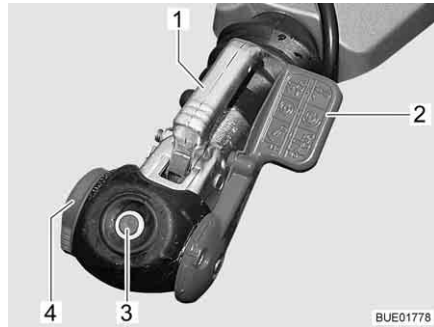

Fig. 4 Accouplement de sécurité AKS 1300
- Soulever complètement le levier de stabilisation (Fig. 4,2).
- Tourner à fond la molette de réglage (Fig. 4,4) vers la position d'ouverture.
- Tirer la poignée d'attelage (Fig. 4,1) vers le haut.
- Effectuer un contrôle visuel : Le cylindre vert de l'indicateur de sécurité (Fig. 4,3) doit être allumé.